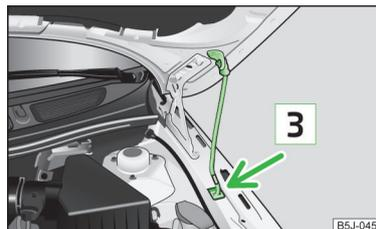

Abb. 125
- Die Klappenstütze aus der Halterung nehmen und die geöffnete Klappe sichern, indem das Ende der Klappenstütze in die dafür vorgesehene Öffnung **3** » Abb. 125 gesetzt wird.